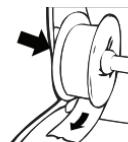

Figura 9
- 4 Escoja **Left Roll** (Rollo Izquierdo) o **Right Roll** (Rollo Derecho) de la lista desplegable de **Label Roll** (Rollo de Etiqueta) para seleccionar el lado de la impresora donde las etiquetas de dirección están cargadas. Véase la Figura 9.
- 6 Insira a bobina de etiquetas na abertura localizada na tampa da impressora, com as etiquetas saindo pela parte inferior do rolo. Consulte Figura 9.